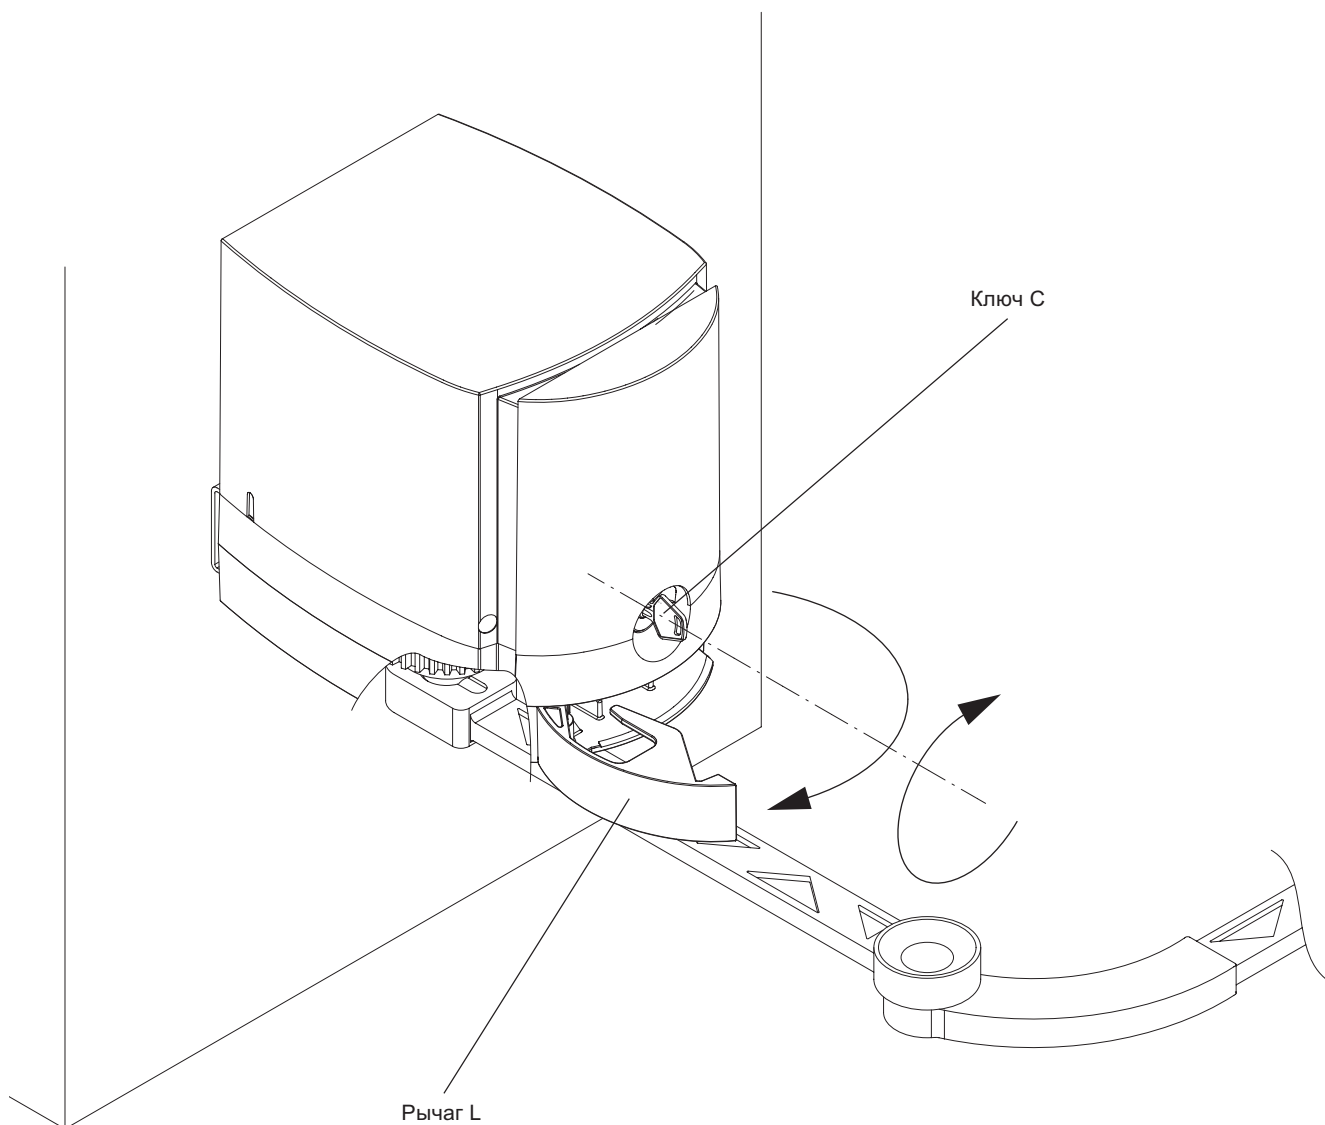

Рис. 5
8. Деблокировка для использования вручную (Рис. 5)